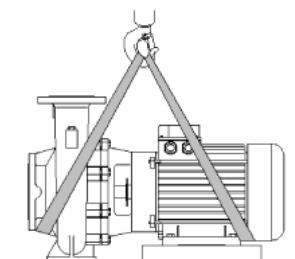

Fig. 2: Transporte da bomba
- Os olhais de transporte no motor só servem para guiar o suporte da carga (ver fig. 2).